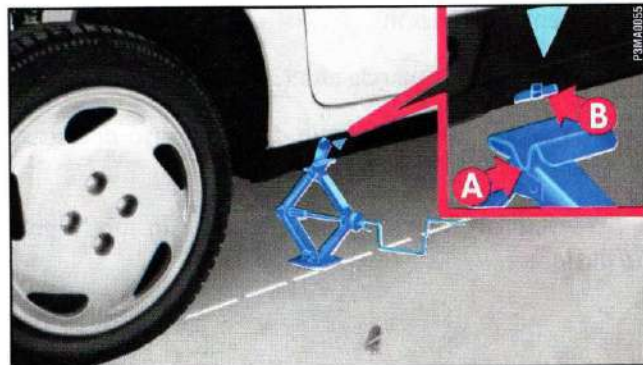

fig. 3
3) Sistemare il cric in corrispondenza del simbolo ▼-fig. 3 vicino alla ruota da sostituire.